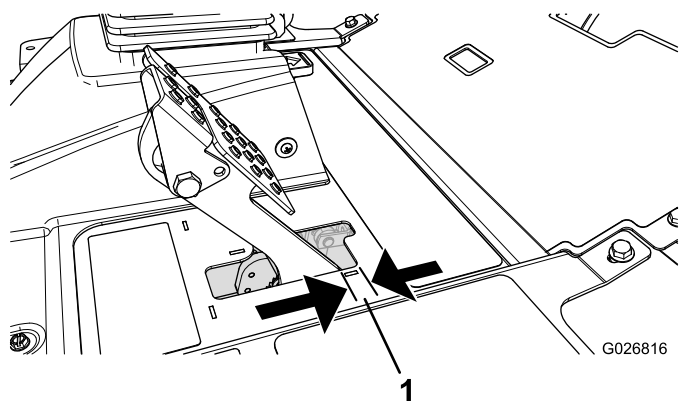

图 68
当刹车踏板的自由行程图 68 超过 25 mm 时或需要施加更大保持力时应调节刹车。自由行程是您感到刹车阻力之前刹车踏板移动的距离。
2. 紧固后螺母向后移动拉线直到刹车踏板的自由行程图 68 达到 6.3 12.7mm 然后锁定车轮。